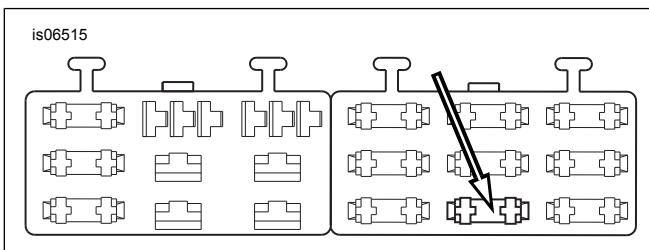

Figura 25. Kavità tal-Blokka tal-Fjus "MIFTUHA" (Dyna tal-2004 u Wara)
- Ara Figura 25 . Neħħi l-vit tal-ert (1), li jinsab:
4. Ara Figura 25 . Sib il-kavità tal-fjus (1) indikata bħala "MIFTUHA" fuq il-cover tal-blokka tal-fjus fil-blokka tal-fjus tal-lemin. Daħħal it-terminal fuq il-wajer oranġo/abjad tal-adapter sakemm jieqaf. Irreperi għal terminal fil-qrib li ġie installat mill-fabbrika halqi tqabbel miegħu biex tivverifika l-korrettezza tal-orientazzjoni u l-fond.